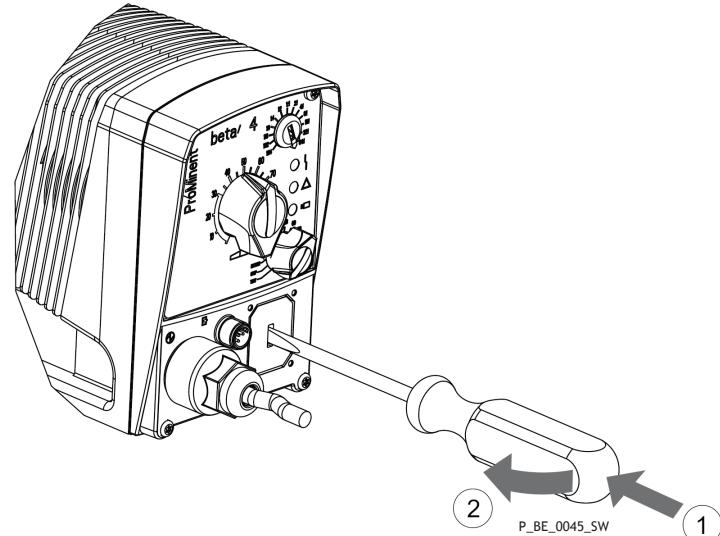

Рис. 41: Пробивание монтажного отверстия для реле
- 2.➤ Одним движением выбить заглушку, смещаая в сторону (рис. 41).